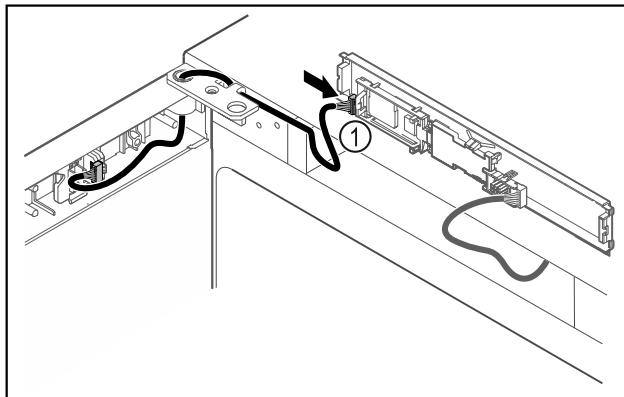

Fig. 43
- ▶ Lidhni spinën Fig. 43 (1) në qark.